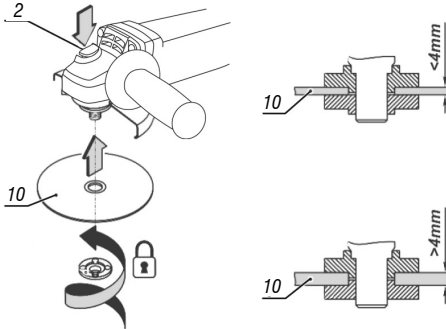

Fig. 5 – Montar el disco en la máquina
- Coloca el disco (fig. 5 - 10)